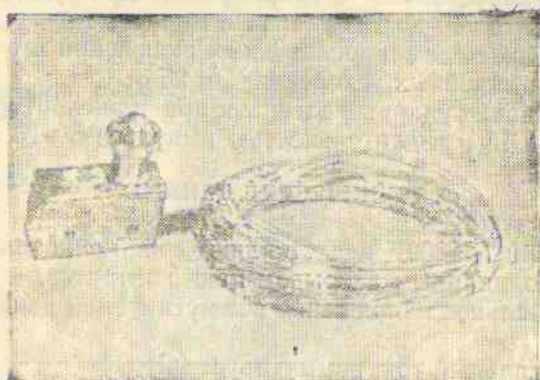

Рис. 1. Внешний вид микровыключателя АМ800К.
1.1. Микровыключатели АМ800 и АМ800К (рис. 1) предназначены для коммутации электрических цепей постоянного тока в системах управления и сигнализации, работающих в морских условиях.